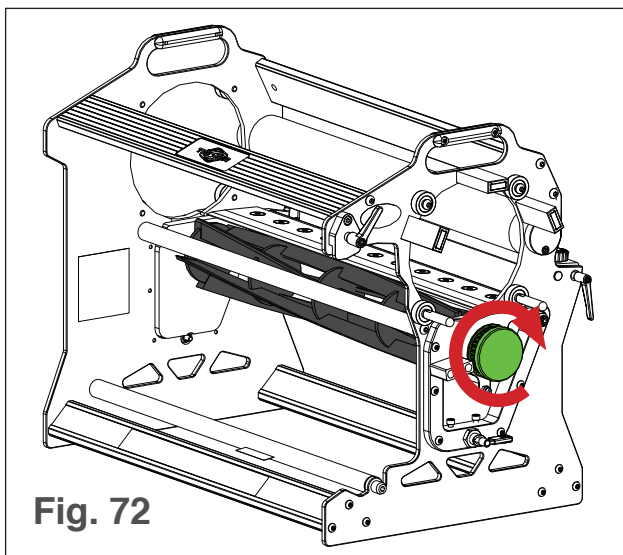

Fig. 72
3. Gire manualmente la polea de la cuchilla (consulte la Fig. 72) y asegure una rotación suave de la cuchilla helicoidal.